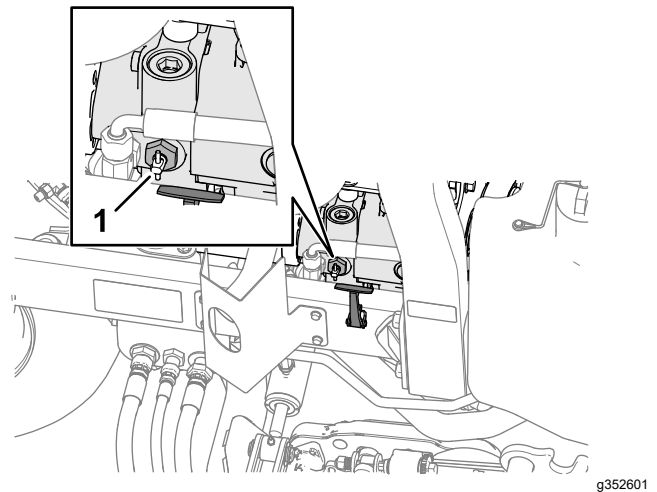

Figura 47
2. Vicino al fermo del cofano di destra, ruotate la maniglia della valvola di bypass sulla pompa di 90° (Figura 47).